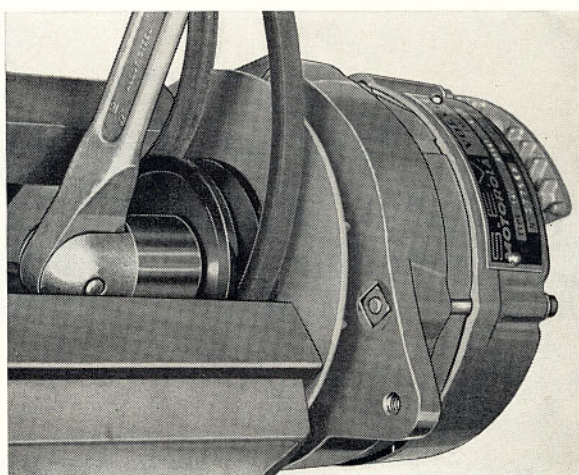

Bild 25. Demontering av mutter för remskiva
2. Sätt fast remskivan med remmen i ett skruvstycke försett med mjuka backar, bild. 25.